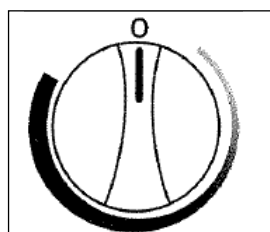

Fig. 2
- Para apagar el centro de bebidas, (no enfriar) gire la perilla de control a la posición "0" (apagado). **Vea la Fig. 2.** Gire el control a la posición "APAGADO" (0) para desconectar temporalmente el ciclo de enfriamiento. Cuando no se vaya a usar el centro de bebidas durante algún tiempo, desconéctelo de la corriente y deje la puerta abierta parcialmente.